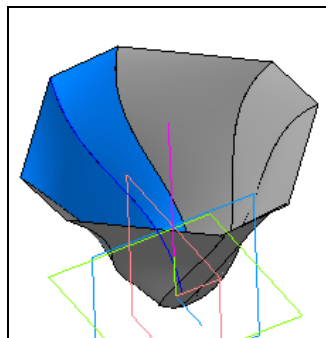

Рис. 8.26. Модель из массивов поверхностей
- ◆ вызовите команду **Массив по концентрической сетке** и создайте массив Линейчатой поверхности 2 относительно Эскиза 1. Часть экземпляров массива сплайна можно скрыть. У вас должен получиться результат, подобный представленному на рис. 8.26.